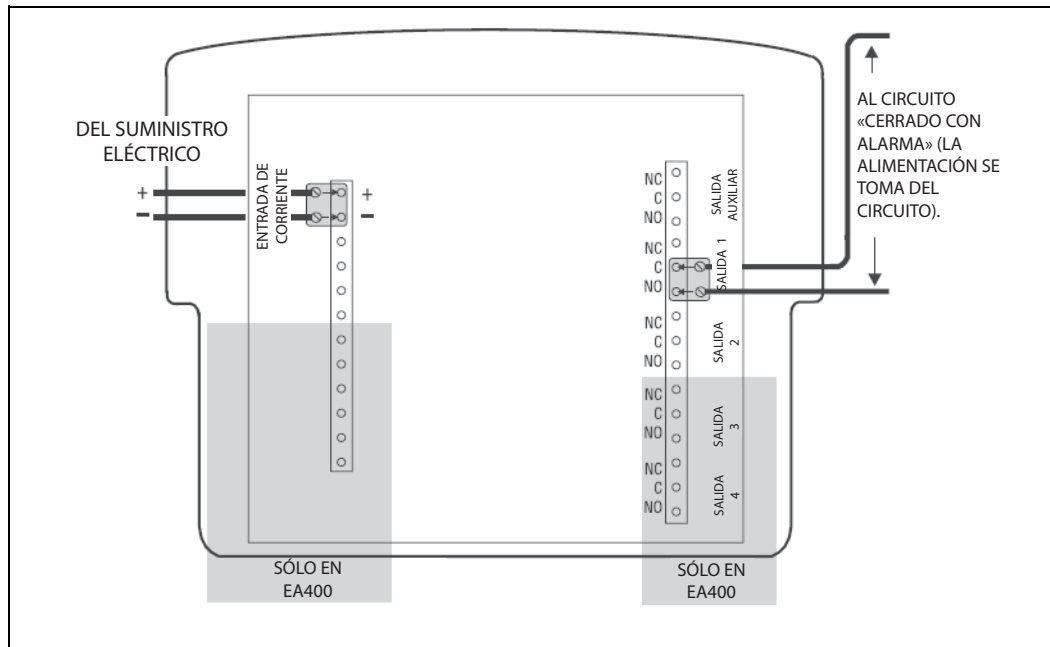
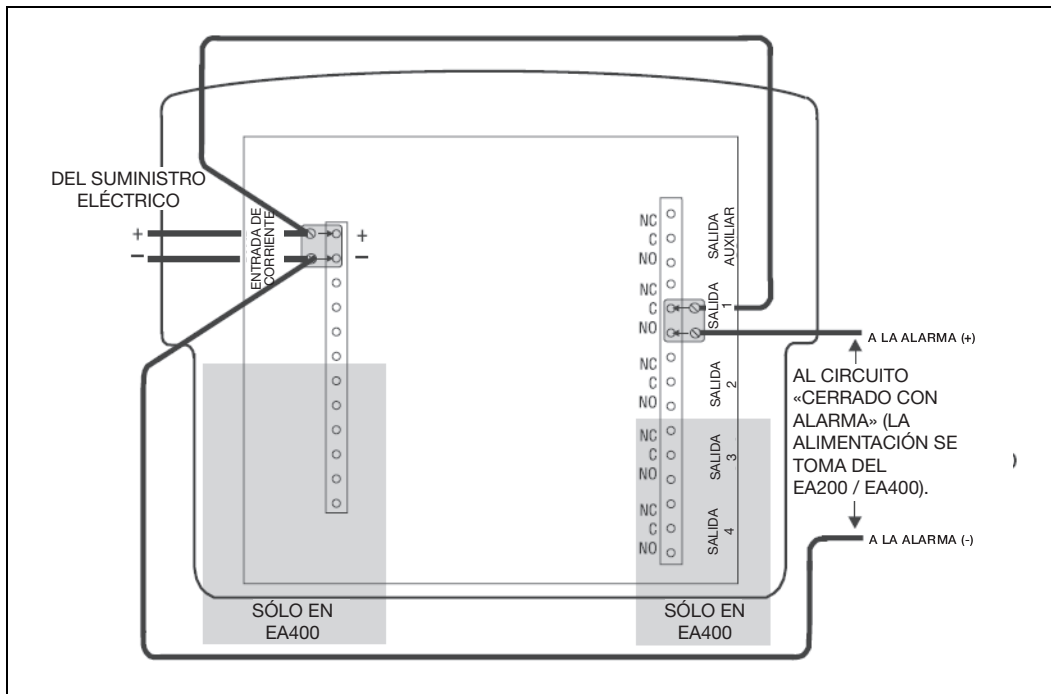

Figura 8. Configuración típica de los cables del circuito de alarma (alimentación externa)
Figura 9. Configuración típica de los cables del circuito de alarma (alimentación propia)
3. Conecte los cables del circuito de alarma al adaptador de bloque de bornes. Enchufe el adaptador al borne C y al borne NC o NO del conector de patillas correspondiente de la tarjeta de circuitos. Consulte la figura 8 y la 9.
En la figura 8 y en la 9 se muestran las configuraciones típicas de los cables de los circuitos de alarma. En la figura 8 se ilustra un circuito en el que la alimentación eléctrica de las alarmas se toma del circuito de alarma. En la figura 9 la alimentación eléctrica de las alarmas procede del suministro que alimenta el EA200 / EA400.